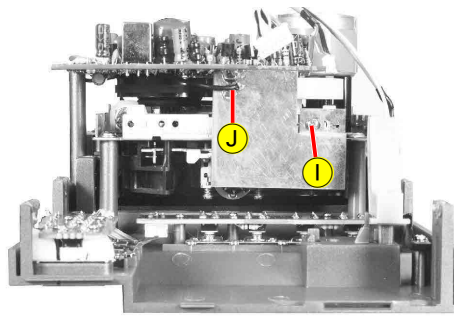

Fig. 7
- Schraube **I** (Fig. 7) herausdrehen.
- Masseleitung **J** (Fig. 7) bei Bedarf ablöten.
- Undo screw **I** (Fig. 7).
- When necessary unsolder ground connection **J** (Fig. 7).